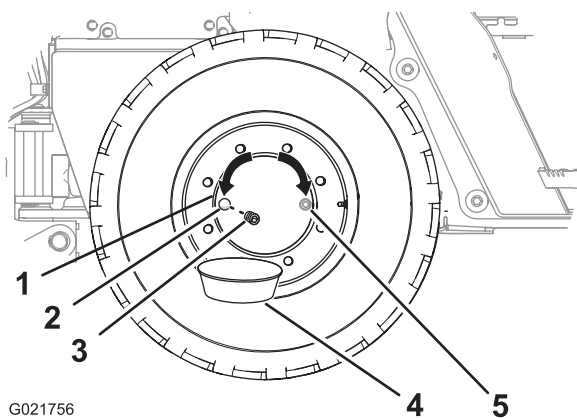

Рисунок 62
2. Переместите машину вперед или назад так, чтобы пробка ступицы колеса находилась в положении на «3 часа» или «9 часов» (Рисунок 62).
6. Убедитесь в том, что масло находится на уровне нижней части резьбы маслозаливного отверстия (Рисунок 62).
8. Заверните пробку в маслозаливное отверстие ступицы колеса (Рисунок 62).
4. Подставьте сливной поддон под сливное отверстие ступицы колеса (Рисунок 62).
5. Отверните пробку ступицы колеса (Рисунок 62).